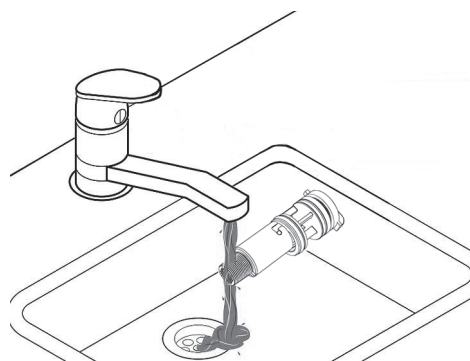
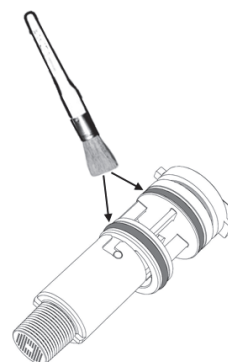

fig. 42
fig. 43
- În acest mod se poate curăța debitmetrul (vezi fig. 42 și fig. 43) sau înlocuiți componentele.